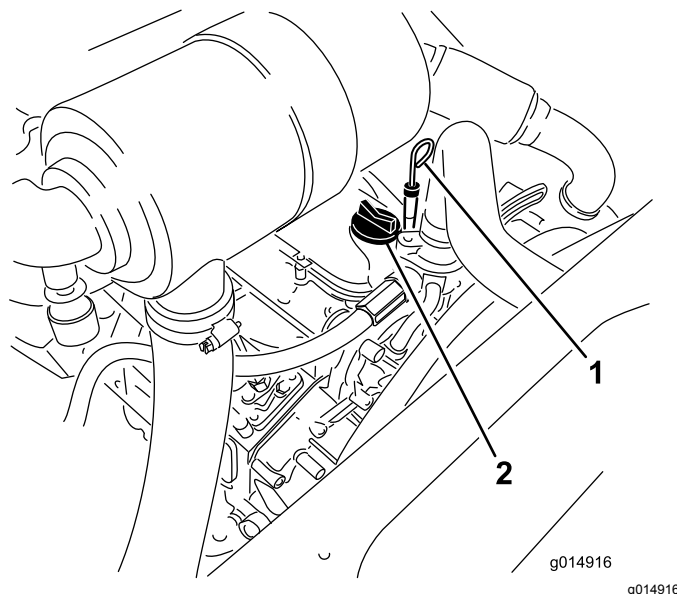

Рисунок 32
3. Извлеките масломерный щуп, тщательно протрите и снова вставьте его (Рисунок 32).
5. Если уровень масла находится ниже отметки FULL (Полный), снимите крышку заливной горловины (Рисунок 32) и добавляйте масло, пока его уровень не достигнет отметки FULL (Полный) на щупе. **Не допускайте переполнения.**